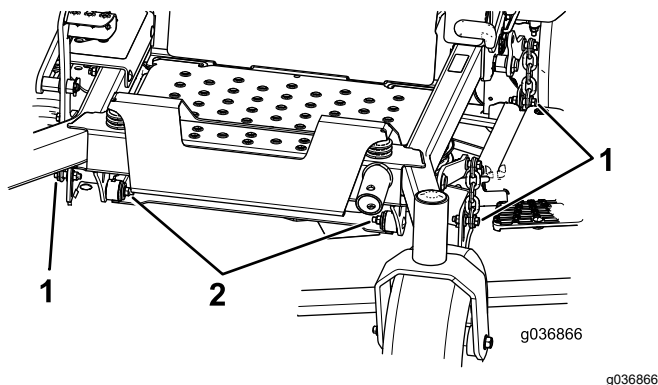

Figura 85
7. Rimuovete e conservate dadi e bulloni su ambo i lati della macchina (Figura 85).